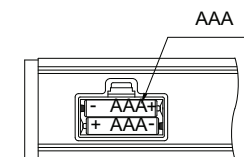

Fig.2
- Insérez deux piles AAA comme indiqué sur la Fig. 2, puis remettez le couvercle en place.